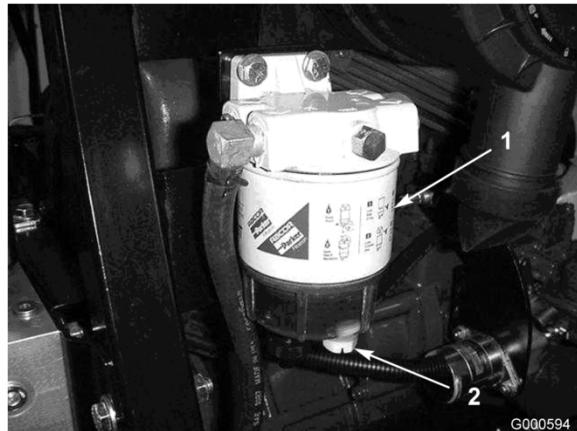

Figura 34
Spurgate ogni giorno l'acqua e altre sostanze contaminanti dal separatore di condensa (Figura 34).
2. Allentate il tappo di spurgo situato nella parte inferiore della scatola del filtro (Figura 34). Serrate il tappo dopo lo spurgo.